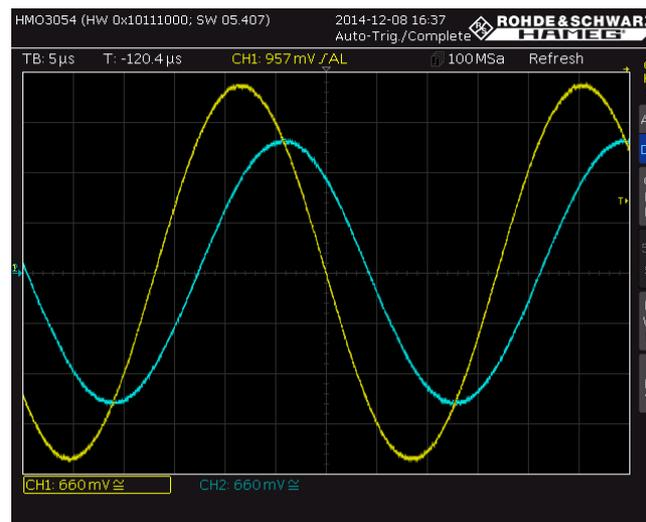

Bild 2-41: Darstellung von u_{in} (CH1, gelb) und u_{out} (CH2, cyan) bei der TP-Grenzfrequenz
- Die Quick View Funktion mit Druck auf die Taste *Quick View* ausschalten. In Bild 2-41 ist die Abschwächung und der Phasengang der Ausgangsspannung zuerkennen bei der Grenzfrequenz.